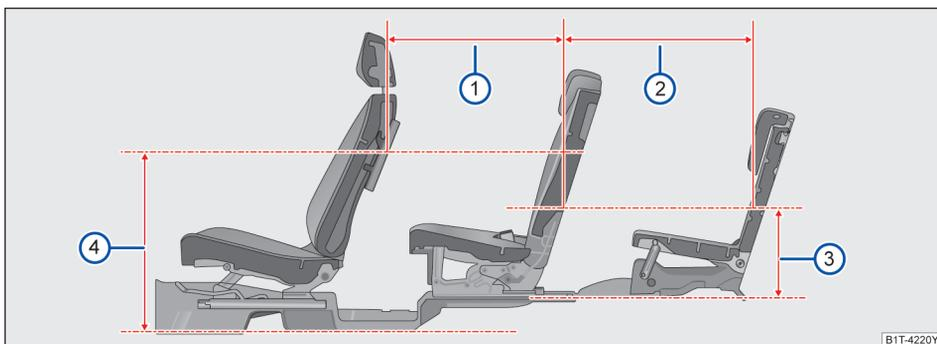

图 104 座间距
位置 680mm 处→图 104④，第一排及第二排座椅座间距为 705.3mm→图 104①；在距离第二排座椅下方地板 380mm 处→图 104③，第二排及第三排座椅座间距为 707mm→图 104②。